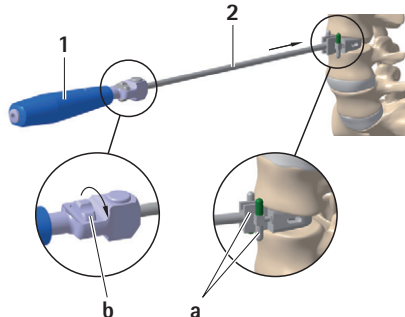

Рис. 1
- ▶ Установить направляющую резца 2 с нужными высотой и углом имплантата на ручке 1, см. Рис. 1.
- ▶ Повернуть колесо b по часовой стрелке и установить предохранительный упор a на минимальную длину резца, см. Рис. 1.
- ▶ Ввести направляющую резца 2 по центру пространства межпозвоночного диска и настроить предохранительный упор а под рентгеновским контролем на нужную глубину резца, см. Рис. 1.